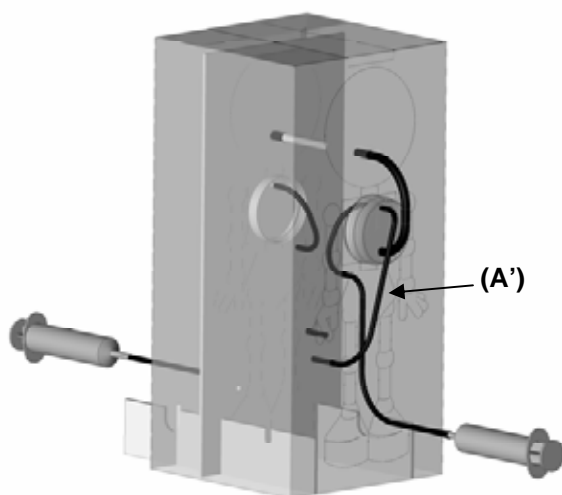

Figure 6
- Brancher la seringue sur le tube souple émergent vers l'extérieur de l'enceinte au niveau de la hanche gauche du modèle (voir figure 6).
- Faire passer le tuyau souple **(A')** dans l'encoche prévue au niveau du genou gauche, il sera manipulé à l'extérieur de l'enceinte (voir figure 6) et servira à refouler l'air vicié vers l'avant du modèle et donc à l'intérieur de l'enceinte.
- La maquette est prête à coiffer la maquette du fumeur actif (voir figures 6 et 7).
- Pincer le tube souple **(A')**, entrant dans l'enceinte au niveau du genou gauche du modèle (voir figure 6).